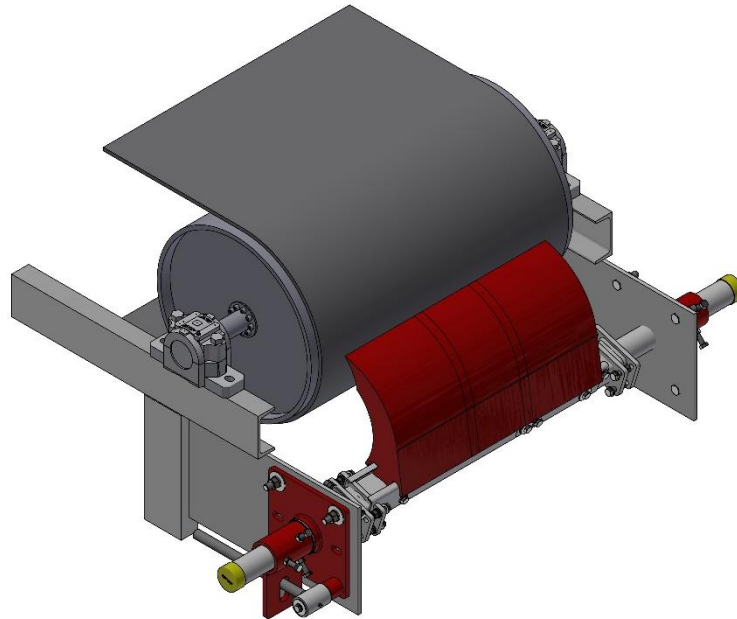

Bild 5
7. In dieser Phase ist der Systemträger **Pos. 1** in den Montageplatten noch frei beweglich und auch um die eigene Achse drehbar. Die PUR-Segmente **Pos. 7** hängen jetzt nach unten. Siehe **Bild 5**.